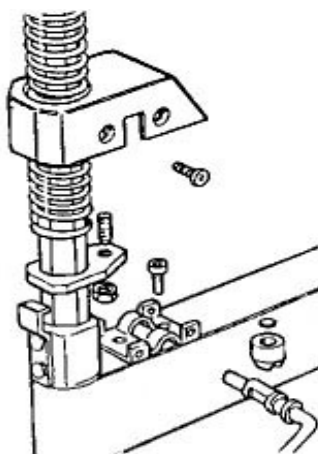

рис.10
- 7) Если блокировка не фиксирует ось, либо насадка не поднимается хотя бы на 1/8" над ободом колеса, что необходимо для работы, отрегулируйте гайки как показано на рис.10